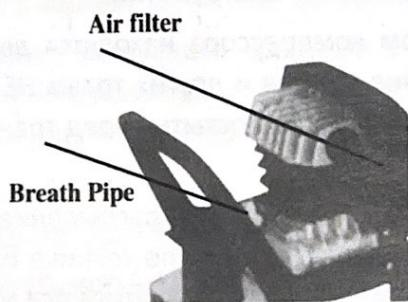

Fig.1
- 1) Перед запуском сначала снимите крышку и наденьте сапун (дыхательный клапан) и воздушный фильтр перед запуском компрессора (рис.1)